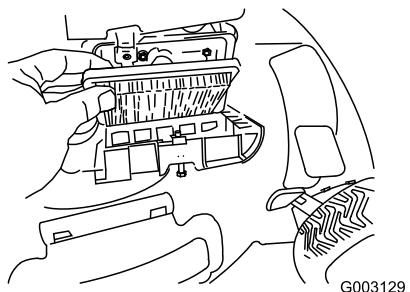

Figura 35
- Coloque la tapa (Figura 35).